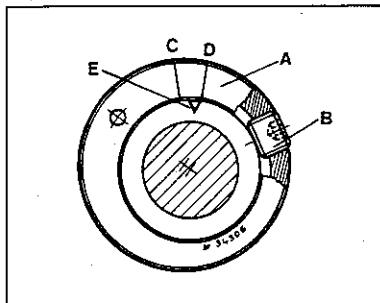
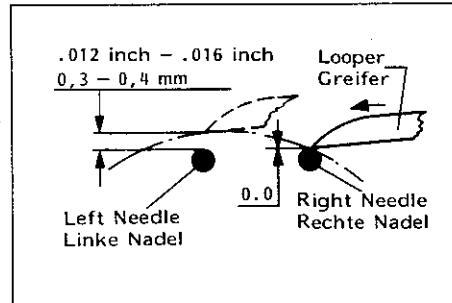

Fig.70
Fig.71
After loosening the eccentric set screw (B, Fig. 70) the eccentric (A) can be turned within the area of C and D to obtain a distance of 0.3 - 0.4 mm (.012 - .016 in.) (Fig. 71) between the left needle and looper point, when the looper moves from right to left. This adjustment is made at the factory. As a basic adjustment set mark (D) approx. to mark (E).
Nach Lösen der Schraube (B, Fig. 70) wird der Exzenter (A) im Bereich zwischen C und D so eingestellt, daß der Abstand zwischen der linken Nadel und der Greiferspitze 0,3 - 0,4 mm beträgt (Fig. 71), wenn der Greifer sich von rechts nach links bewegt. Diese Einstellung erfolgt im Werk. Als Grund-einstellung stellen Sie die Markierung (D) ungefähr auf (E).